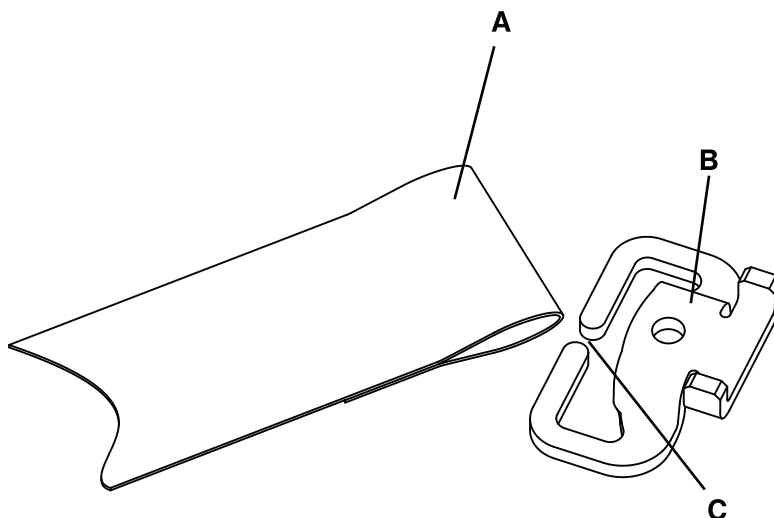

图14-35: 卸下膝部安全带
1. 用一只手抓住安全带连接到托架(A)的一端。另一只手抓住托架(B) ( 图14-35 第14-53页 )。
2. 挤压托架处的安全带环扣并加以操纵穿过托架上的卡槽(C)以卸下安全带 ( 图14-35 第14-53页 )。丢弃安全带。